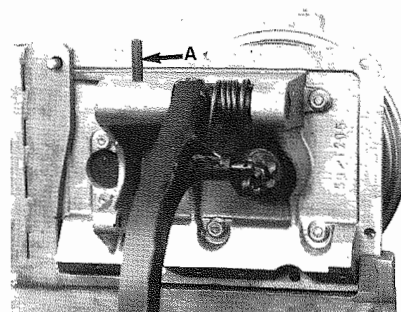

Fig. 6 - A - Spina elastica
- Estrarre la spina elastica A (Fig. 6).
- Take out spring pin A (Fig. 6).